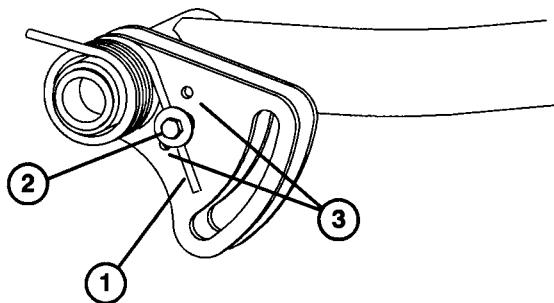

図 29
2. スプリングの張力をゆるめながら、キャップスクリュとロックナットを外す(図29)。
3. スプリング・プラケットを希望位置に移動し、キャップスクリュとロックナットで固定する(図29)。